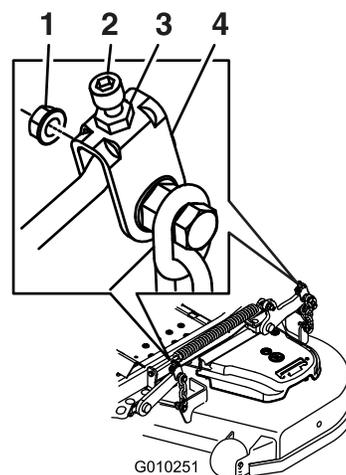

Figure 90
10. Ajustez précisément le serrage de l'écrou de réglage sur l'ensemble de levage du tablier avant (Figure 90).
16. Ajustez précisément la vis de réglage en la tournant jusqu'à obtention d'une hauteur de 8,3 mm (3-1/4 po) (Figure 90).